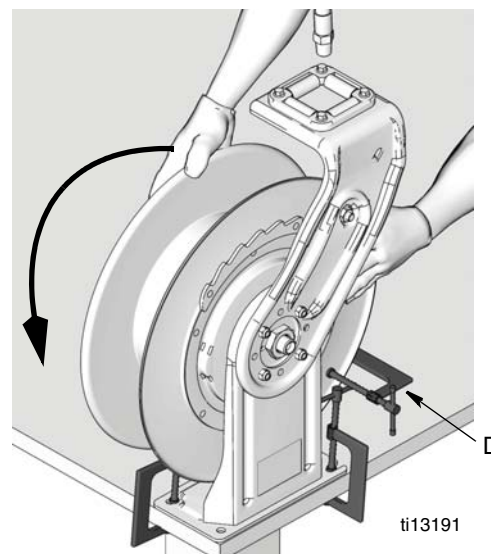

FIG. 11
2. Avant de mettre en place le tuyau, attacher un serre-joint en C (D, FIG. 11) sur la bride de l'enrouleur pour éviter que l'enrouleur puisse se déverrouiller accidentellement et commencer de tourner librement.
4. Porter de gros gants de sécurité et bien saisir des deux mains le bord extérieur de la bride de l'enrouleur. Tourner l'enrouleur du bon nombre de tours (voir le tableau de référence en suivant l'étape 1) et le tourner dans le sens montré sur la FIG. 11.
8. Attacher le bout (B) du tuyau sur le raccord tournant (A) de l'enrouleur. Enlever ensuite prudemment le serre-joint en C (D) (FIG. 11).